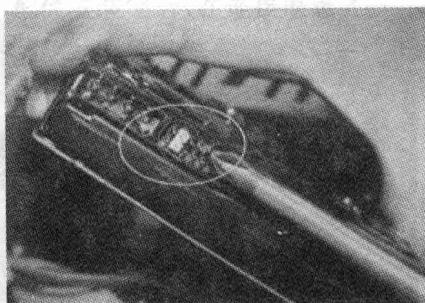
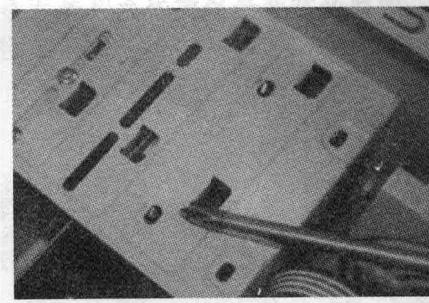

图 2-23
图 2-24
1. 单手捏住硬盘，设置好硬盘跳线，一般不动，采用默认主盘设置，如图 2-23 所示，找到 3.5 英寸硬盘支架，对准安装插槽后(便于散热，选择靠下的插槽)，轻轻地将硬盘往里推，直到硬盘的 4 个螺丝孔与机箱上的螺丝孔对齐为止，如图 2-24 所示。